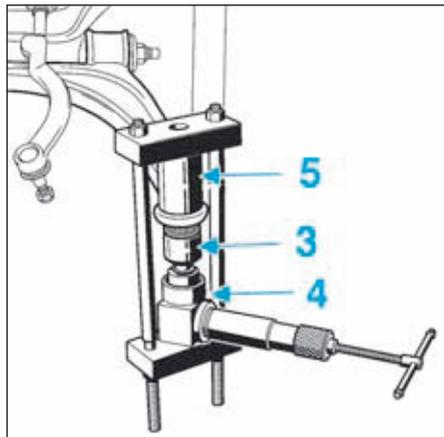

FIG.18
- Reposer la rotule neuve à l'aide de l'outil [2] équipé des bagues (3) et (4) et du cylindre (5) (Fig.18).